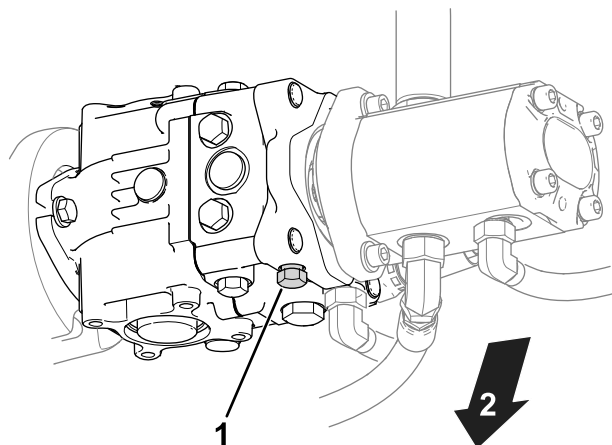

図 26
1. 油圧ポンプについているバイパスバルブを探し出す 図 26。